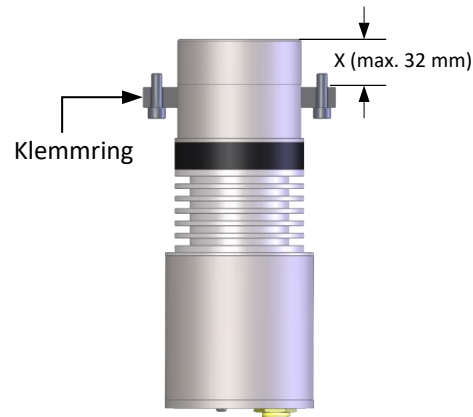

Abbildung 28: Positionierung des Klemmrings
3. Richten Sie die Position des Klemmrings entsprechend der erforderlichen Einführtiefe aus (Abbildung 28)